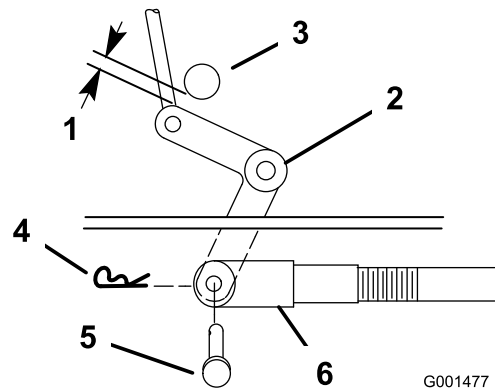
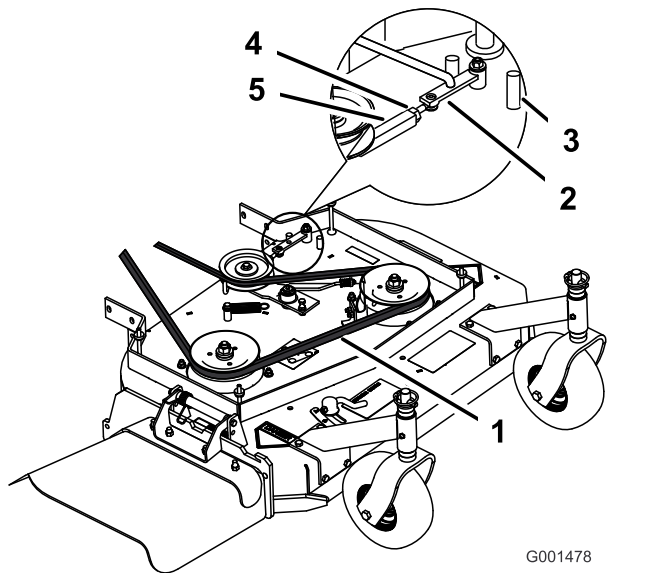

Figura 42
Figura 43
9. Compruebe la distancia entre la palanca acodada y el eje de salida de la transmisión (Figura 42).
11. Gire la horquilla en el sentido de las agujas del reloj para aumentar la distancia; gírela en el sentido contrario para reducirla (Figura 42).
**Nota:** Si el brazo auxiliar no entra en contacto con el tope delantero de la plataforma del cortacésped (Figura 43), ajuste la horquilla para acercar la palanca acodada al eje de salida de la transmisión (Figura 42).